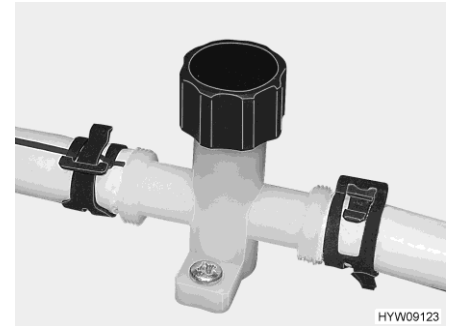

Bild 90 Ablasshahn (Wasserleitung)
- Ablasshähne schließen. Dazu die Kappe des Ablasshahns (Bild 90) im Uhrzeigersinn drehen.